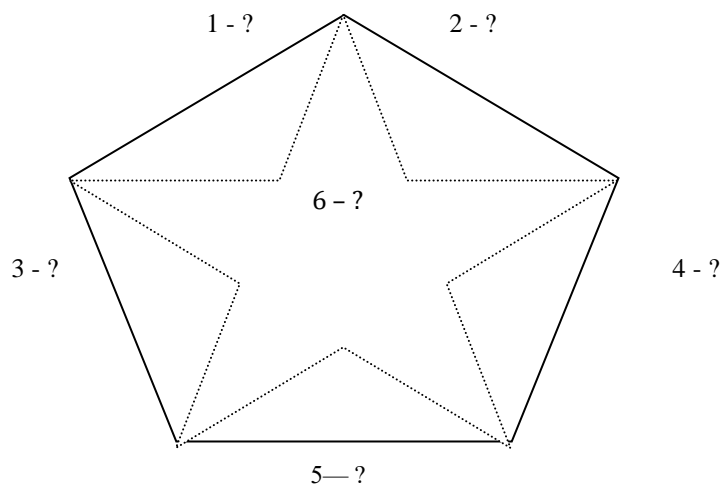

Рисунок 2.1 – Складові характеристики підходів до управління якістю
**2.** Замість знаків питання в «зірці якості» необхідно зазначити, за якими складовими здійснюється характеристика еволюції підходів до управління якістю (рис.2.1), та дати характеристику кожного з етапів еволюції систем управління якістю.